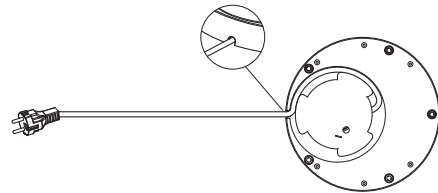

Fig. 2
- Rulla ut sladden för hand om den behövs förlängas. Dra ut sladden så mycket som krävs för att den ska nå eluttaget. (fig. 2)